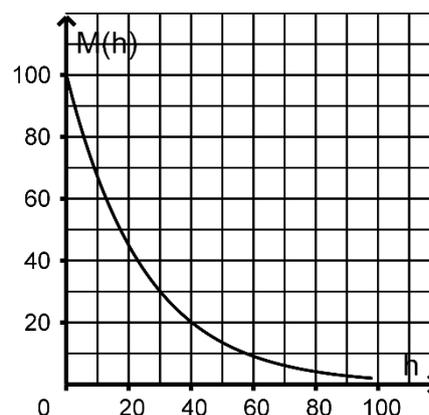

Abb. 1
- 1 Die Funktion  $M$  mit  $M(h) = 100 \cdot e^{-0,04 \cdot h}$  beschreibt die Abhängigkeit einer Messgröße von  $h$ . Die Abbildung 1 zeigt den Graphen von  $M$ .